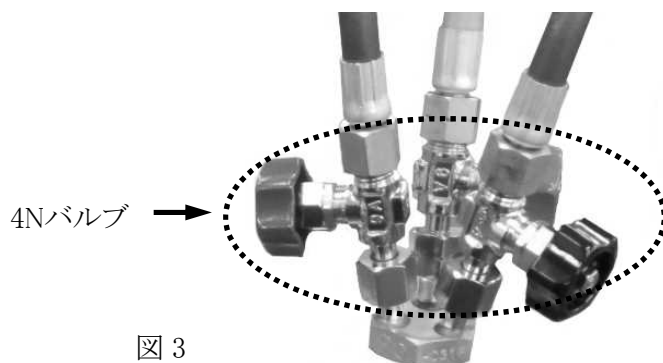

図 3
4)図 3 のように、吹管に表 2 の 4N バルブを手締めで接続してから、固定スパナを用いて、指を負傷しないように注意しながらガス漏れのないよう固定してください。